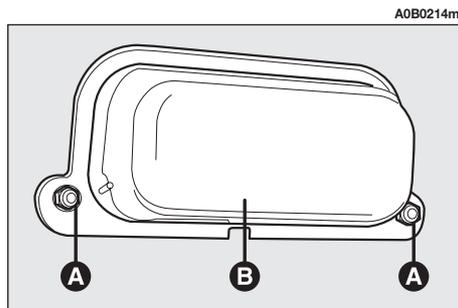

fig. 44
- Svitare i due dadi di fissaggio (**A-fig. 44**) e rimuovere il coperchio di protezione (**B-fig. 44**).
– Rimontare il coperchio di protezione (**B-fig. 44**) fissandolo con i dadi (**A-fig. 44**).